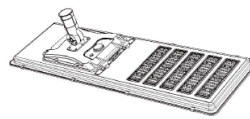

Figura 2
2. Utilice una llave hexagonal de 10mm para aflojar el tornillo de ajuste del ángulo. (Figura 2)